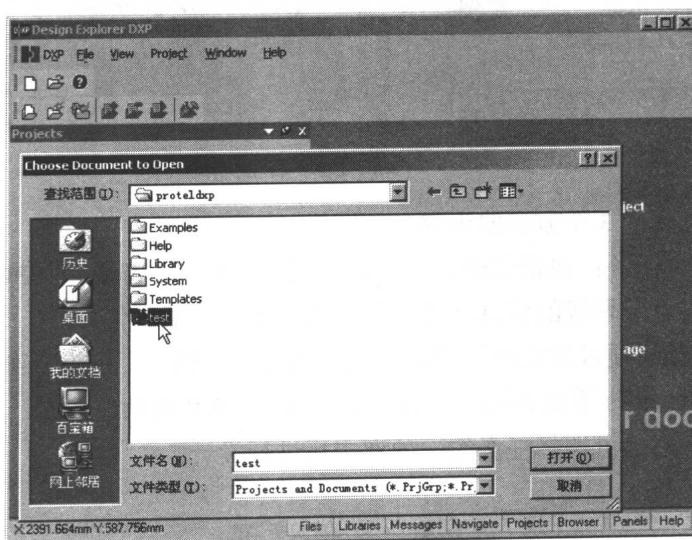

图 1-7 选中 Protel 99 的数据库文件
(1) 执行菜单命令 File|Open, 选中 Protel 99 的数据库文件, 如图 1-7 所示。